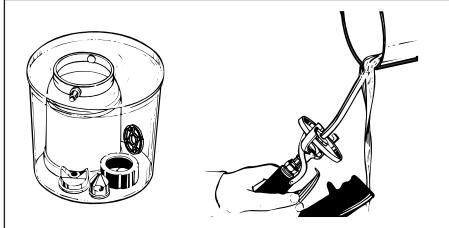

Figura 16 - Limpando as peças da pistola de pulverização
3. Coloque as peças e o recipiente de tinta em uma vasilha ou outro recipiente adequado. Deixe as peças de molho em um solvente adequado, ou em água e sabão se o látex foi usado (veja a Figura 16). Para limpar a pistola, enxágue os solventes de limpeza adequados através do tubo de material até que a solução comece a clarear. Repita os procedimentos da extremidade do bocal da pistola (veja a Figura 16).